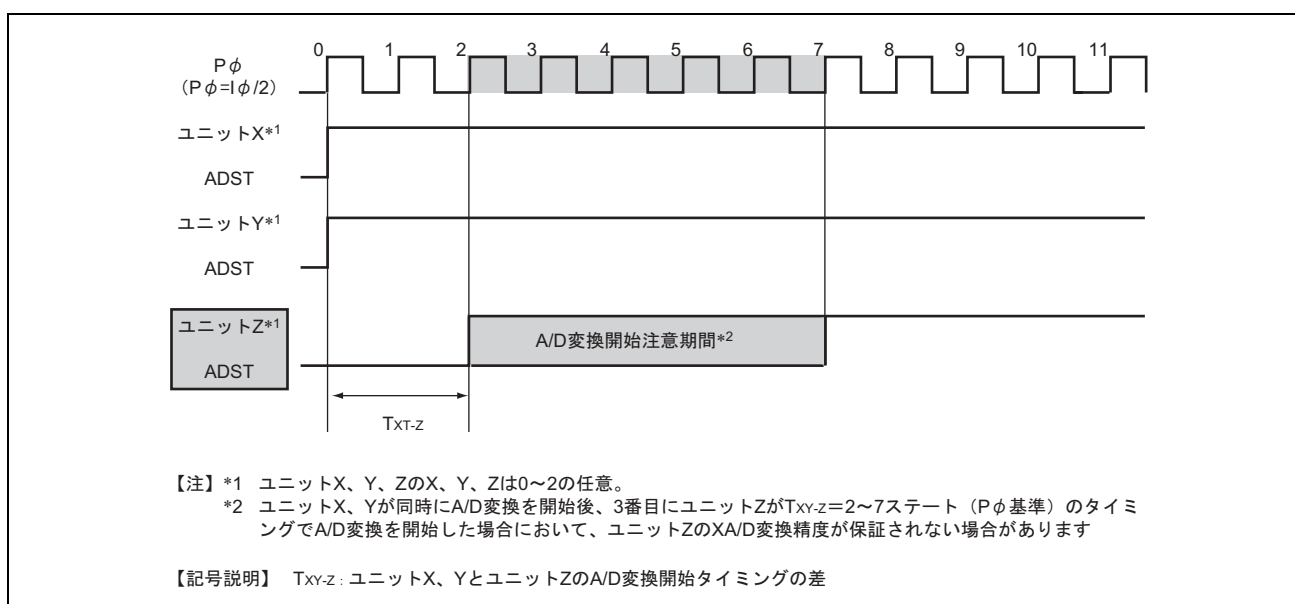

図 19.14 3番目にA/D変換を開始したユニットZの、A/D変換精度が保証されない場合の動作タイミング1
- 図19.14に示すように、ユニットX、Yが同時にA/D変換を開始後、3番目にユニットZが $T_{XY-Z} = 2 \sim 7$ ステート ($P\phi$ 基準) のタイミングでA/D変換を開始した場合において、ユニットZのA/D変換精度が保証されない場合があります。